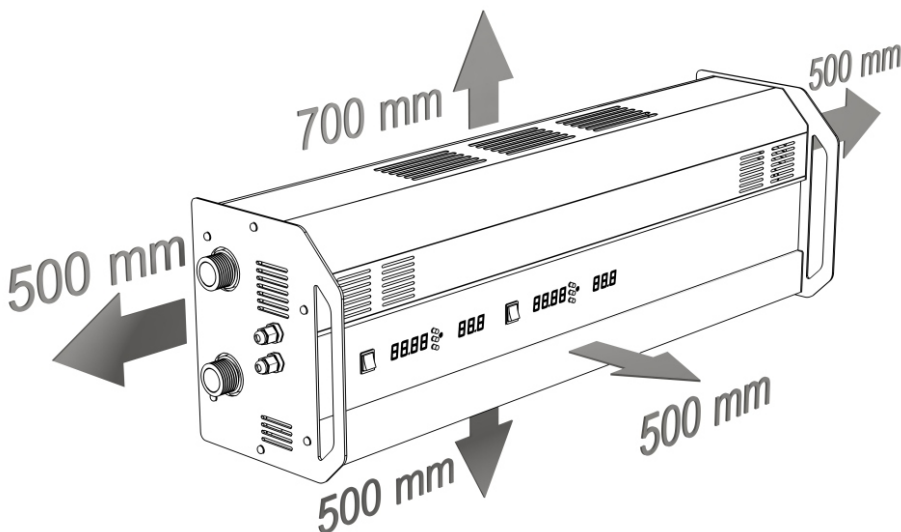

Рис.3
- ▶ Рекомендуемые противопожарные отступы показаны на рис.3